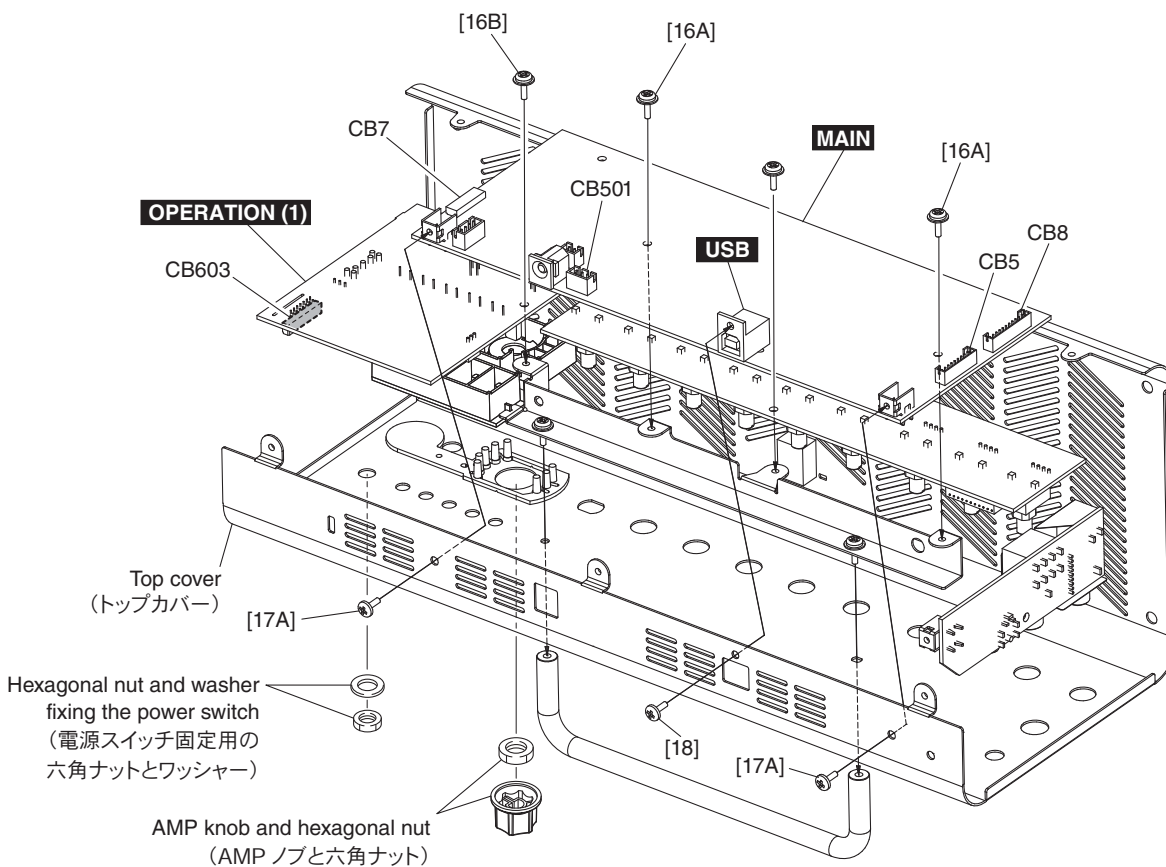

Fig. 3 (図 3)
- 2-2 Remove the two (2) screws marked [16A], the two (2) screws marked [17A] and the screw marked [18]. The MAIN circuit board can then be removed. (Fig. 3)
- 2-3 Disconnect the flexible flat cable and the three (3) connector assemblies from CB7, CB5, CB8 and CB501 on the MAIN circuit board. (Fig. 3)
3. OPERATION (1) Circuit Board (Time required: About 3 minutes)
- 3-2 Remove the hexagonal nut and washer fixing the power switch, the AMP knob and the hexagonal nut underneath the AMP knob. (Fig. 3)
- 3-3 Remove the screw marked [16B]. The OPERATION (1) circuit board can then be removed. (Fig. 3)
- 3-4 Disconnect the flexible flat cable from CB603 on the OPERATION (1) circuit board and the connector assembly from CB501 on the MAIN circuit board. (Fig. 3)
- 2-2 [16A] のネジ 2 本、[17A] のネジ 2 本、[18] のネジを外し、MAIN シートを外します。(図 3)
- 2-3 MAIN シートの CB7、CB5、CB8、CB501 からカード電線と 3 つの束線を外します。(図 3)
3. OPERATION (1) シート (所要時間: 約 3 分)
- 3-2 電源スイッチ固定用の六角ナットとワッシャー、AMP ノブ、AMP ノブの下の六角ナットを外します。(図 3)
- 3-3 [16B] のネジを外し、OPERATION (1) シートを外します。(図 3)
- 3-4 OPERATION (1) シートの CB603 からカード電線を、MAIN シートの CB501 から束線を外します。(図 3)